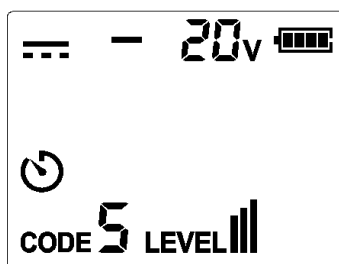

Figure 9.1b Mesure de la tension DC
5. Lorsque la tension est de 8 V ~ 480 V DC/AC (50/60 Hz). Si la tension mesurée est une tension DC et que le pôle positif est connecté au port COM, la polarité du port sera affichée (la polarité du port V+ est "-"). Comme le montre la figure 9.1b.